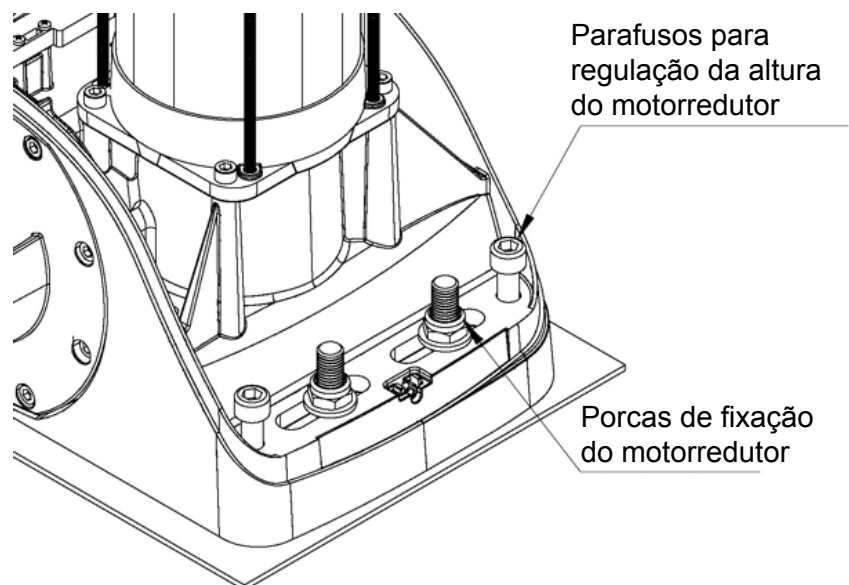

Fig. 6
- Insira as 4 anilhas + porcas autoblocantes para fixar o motor (fig.6).
- Se a regulação consentida pela cremalheira não for suficiente é possível compensar a altura do motorredutor usando os 4 parafusos mais externos (fig.6).